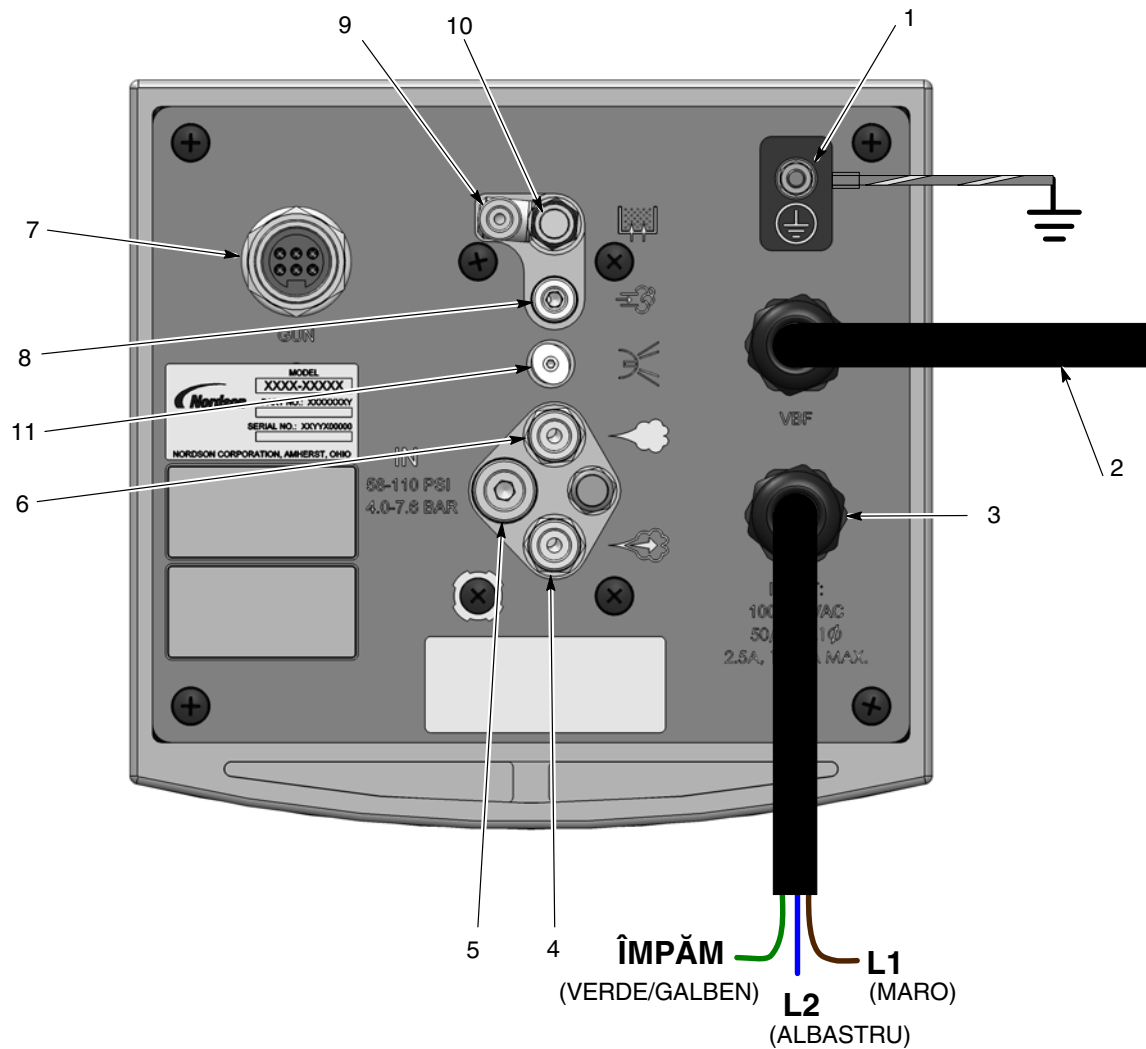
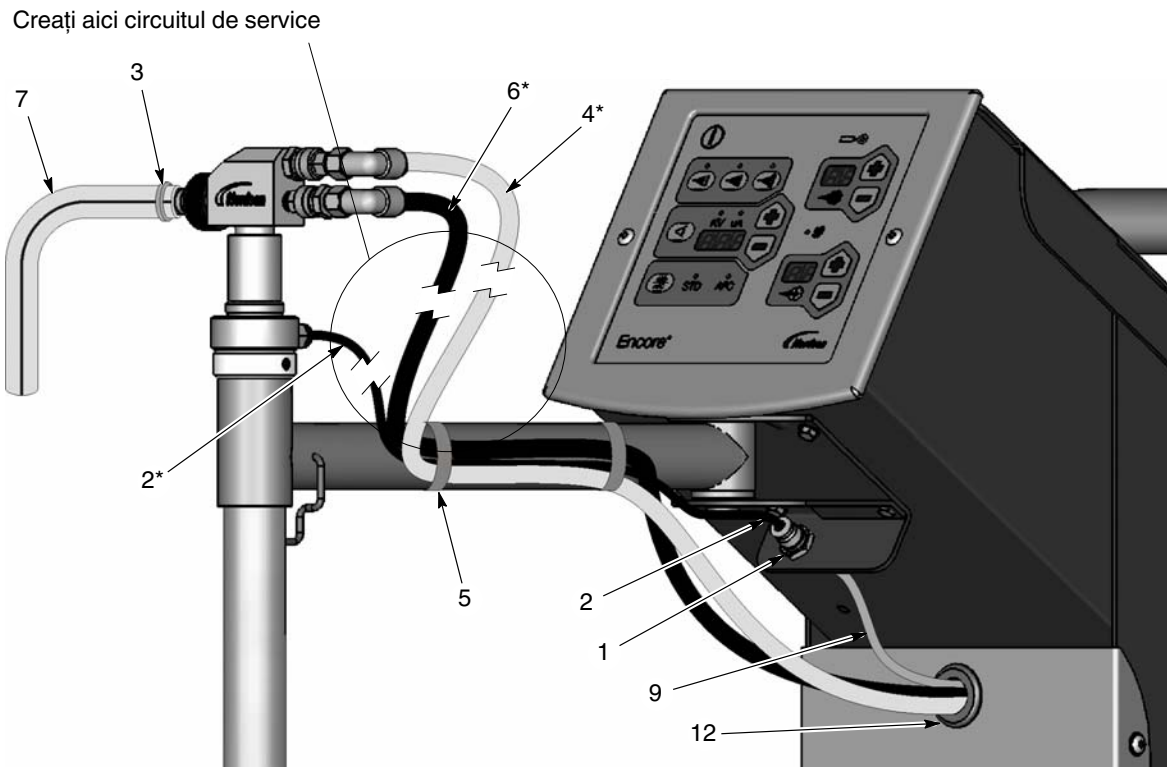

Figura 3-4 Conexiunile controlerului pistolului Encore LT
Figura 3-8 Montarea pompei și a tubului de admisie a pistolului Encore LT
7. A se vedea Figura 3-4. Conectați părțile mai scurte ale tubulaturii în controler:
- Tubulatura albastră de aer de atomizare de 8 mm (4)
- Tubulatură neagră pentru aerul de debit, de 8 mm (6)
- Tubulatura albastră de aer de fluidizare de 6 mm (9)
8. A se vedea Figura 3-8. Conduceți tubulatura (4, 6, 9) prin manșonul din panoul frontal al turnului căruciorului, așa cum se prezintă în imagine.
- Tubulatura albastră pentru aer de atomizare de 8 mm (4) la racordul superior al pompei
- Tubulatura neagră pentru aer de debit de 8 mm (6) la racordul inferior al pompei
- Tubulatura albastră pentru aer de fluidizare de 6 mm (9) la piulița olandeză a peretelui despărțitor (1)
- Tubulatura neagră pentru aer de fluidizare de 6 mm (2) la piulița olandeză și tubul de admisie.
- Furtun pentru pulbere (7) la pompă - fixare cu clema pentru furtun (3)
10. Fixați tubulatura la braț cu benzile Nordson Velcro (5).
3. A se vedea Figura 3-4. Conectați la controler următoarele elemente: